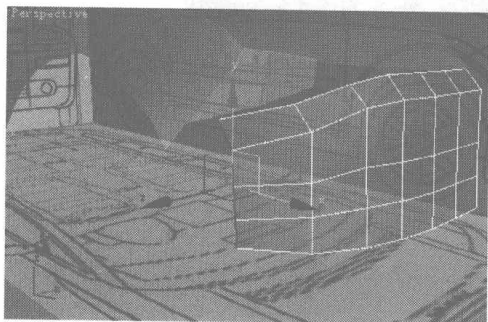
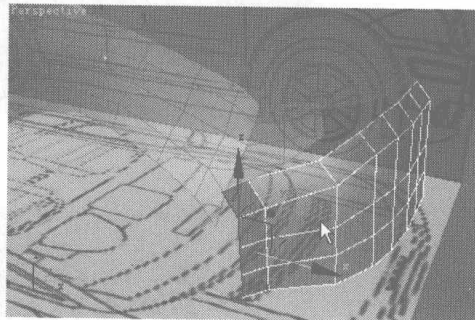

图 7.52
图 7.53
- 22** 选择图 7.52 中的曲线，在按住 Shift 键的同时，移动复制出新的面，如图 7.53 所示。